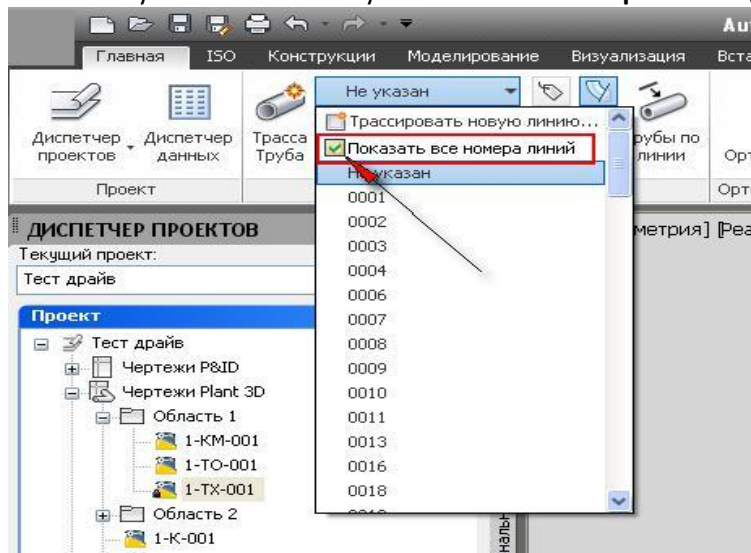

Рис. 75
- Номер линии – **1062**. Для выбора этой линии раскройте список линий и установите галочку **Показать все номера линий** (Рис. 75).